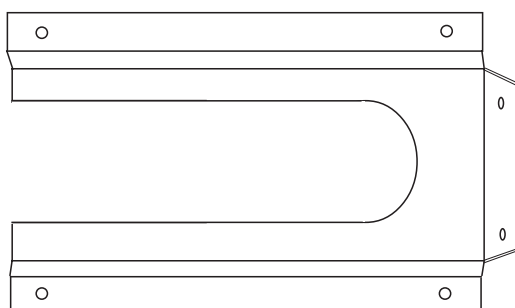
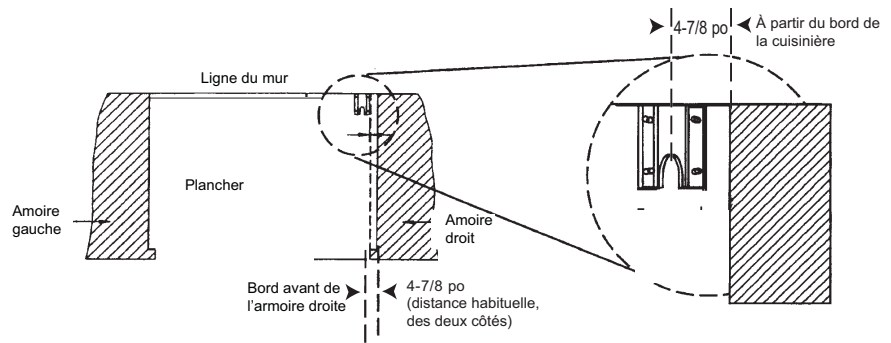

Figure 6 : Montage de la patte antibascule
Figure 7 : Mise en place de la patte antibascule (vue du haut)
Pour toutes les cuisinières à combustion jumelée de 30 po et 36 po (Figure 6 et Figure 7)
1. Placez la patte sur l'emplacement comme indiqué à la Figure 7 (la patte peut être utilisée dans un des coins de l'installation).